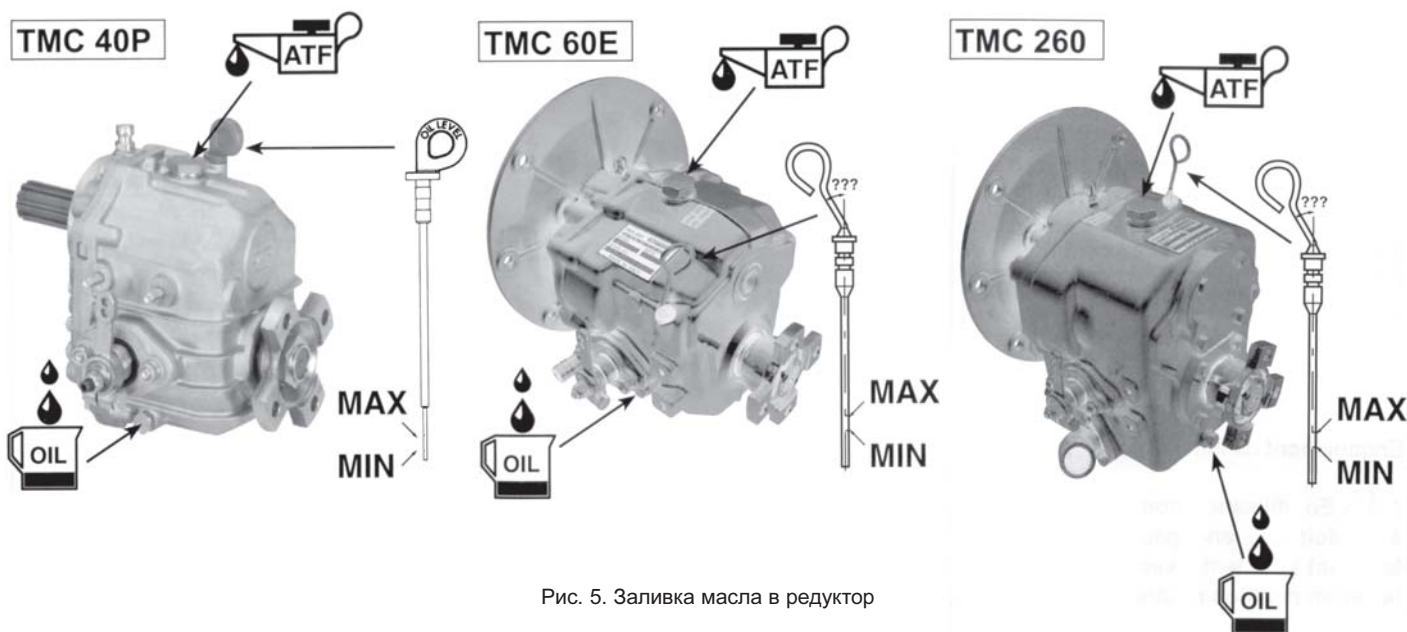

Рис. 5. Заливка масла в редуктор
**Реверс-редуктор поставляется без масла.** Прежде чем запускать двигатель обязательно залейте масло ATF в редуктор через маслоналивное отверстие в верхней части корпуса (рис. 5).